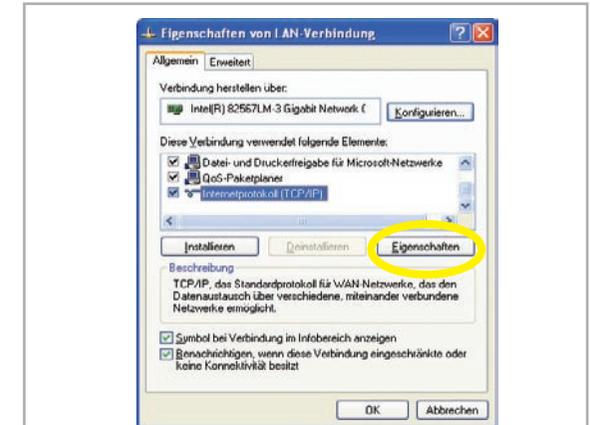

Abbildung 108
- Klicken Sie mit der Maus doppelt auf ihre Verbindung. Es öffnet sich folgendes Dialogfenster (Abb. 108).